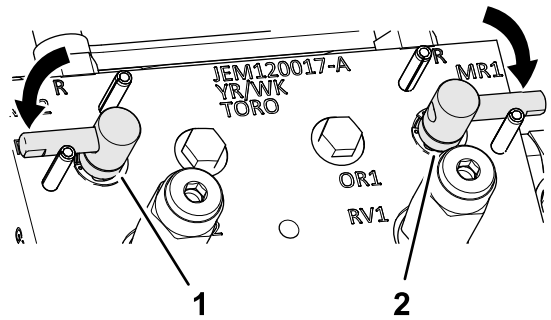

Figura 110
3. Mueva la palanca de autoafilado a la posición F (siega) (Figura 110).